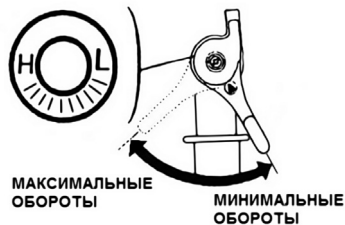

Рис. 15 Рычаг газа
5. Переведите рычаг газа на 1/3 хода в сторону положения максимальных оборотов двигателя (Рис. 15).